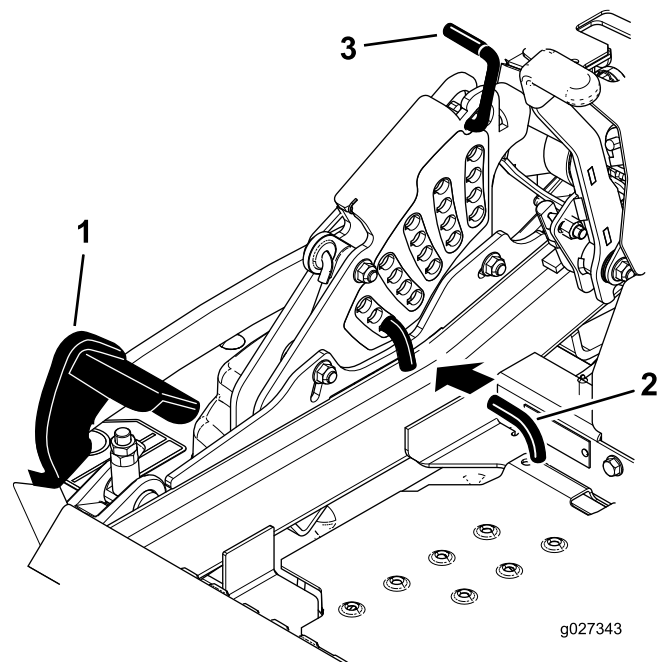

Figura 31
2. Pise el pedal de elevación de la carcasa y eleve la carcasa a la posición de transporte (que es también la posición de altura de corte de 140 mm [5½"]) como se muestra en **Figura 31**.
3. Para ajustar la altura de corte, gire el pasador 90 grados y retire el pasador del soporte de altura de corte (**Figura 31**).
4. Seleccione el taladro del soporte de altura de corte que corresponde a la altura de corte deseada, e inserte el pasador (**Figura 31**).